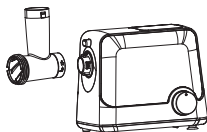

Рис. 1
- Install the meat grinder head (7) into the setting place (4) (fig. 1, 2).
- Вставьте головку мясорубки (7) в установочное место (4) (рис. 1).